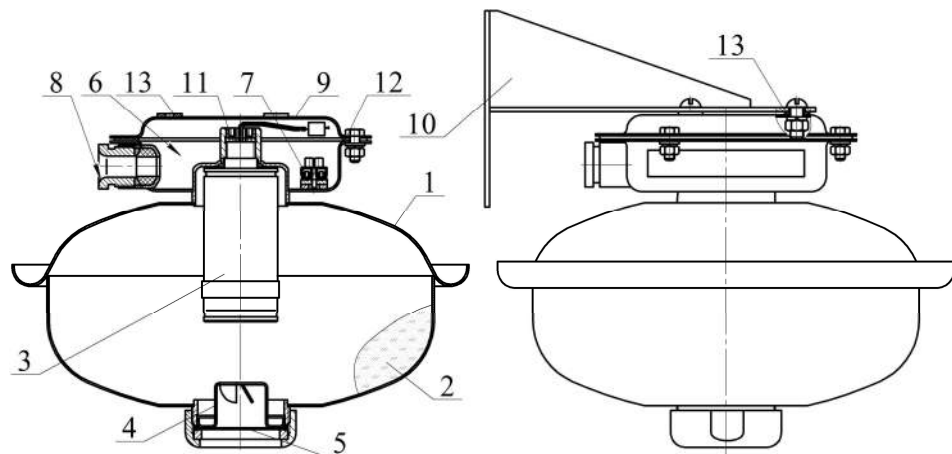

Рисунок 1
3.3.2 В комплект поставки для перезарядки МПП входят (см. рисунок 1):
В верхней части МПП снабжён кронштейном **9** для крепления к потолочному перекрытию (рисунок 1) или кронштейном **10** для крепления к стене (рисунок 2).
2.1.3 Закрепить кронштейн 9 (см. рисунок 1) на потолке или кронштейн 10 (см. рисунок 2) на стене. Крепление кронштейна 9 к потолку производить через резиновые кольца 13. Координаты отверстий в кронштейне, предназначенном для крепления МПП на потолке, приведены на рисунке 4а), на стене – на рисунке 4б).
2.1.4 Через резиновую прокладку 12 (см. рисунок 1) состыковать МПП с кронштейном и закрепить соединение гайками. Соединение МПП с настенным кронштейном 10 производить через резиновые кольца 13 (см. рисунок 2).